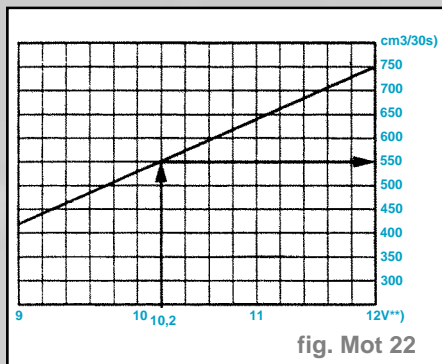

fig. Mot 22
- Comparer la quantité de carburant refoulée avec la valeur assignée (fig. Mot. 22).